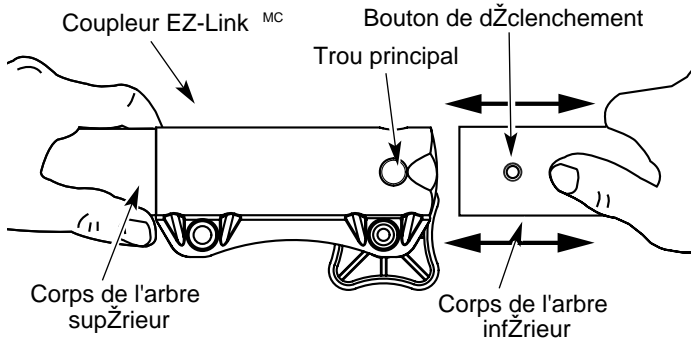

Fig. 25
2. Tenez fermement l'accessoire et enfoncez-le tout droit dans le coupleur EZ-Link MC (Fig. 25).